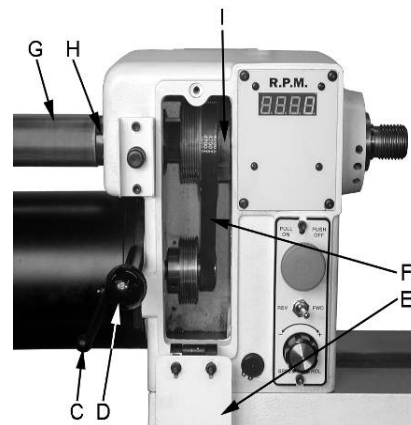

Fig 22
Riemenabdeckung (E, Fig 22) entfernen, den Riemen (F) von der Motorriemenscheibe abnehmen.